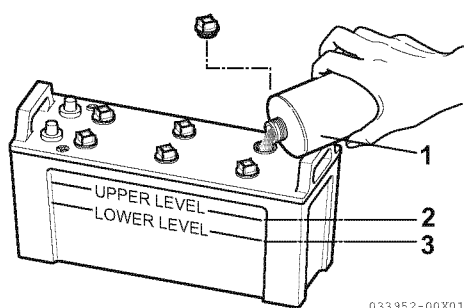

Figura 5
1. Retire el tapón de la boca de llenado de aceite amarillo de la boca de llenado (1, **Figura 5 en la página 28**). Retire los tapones de drenaje (de derecha e izquierda) de la parte inferior del cárter de aceite y vacíe el aceite del motor.
4. Si el nivel es inferior al nivel mínimo de llenado (3, **Figura 5**), rellene con agua destilada (1, **Figura 5**) (disponible en el mercado) hasta el límite superior (2, **Figura 5**) de la batería.